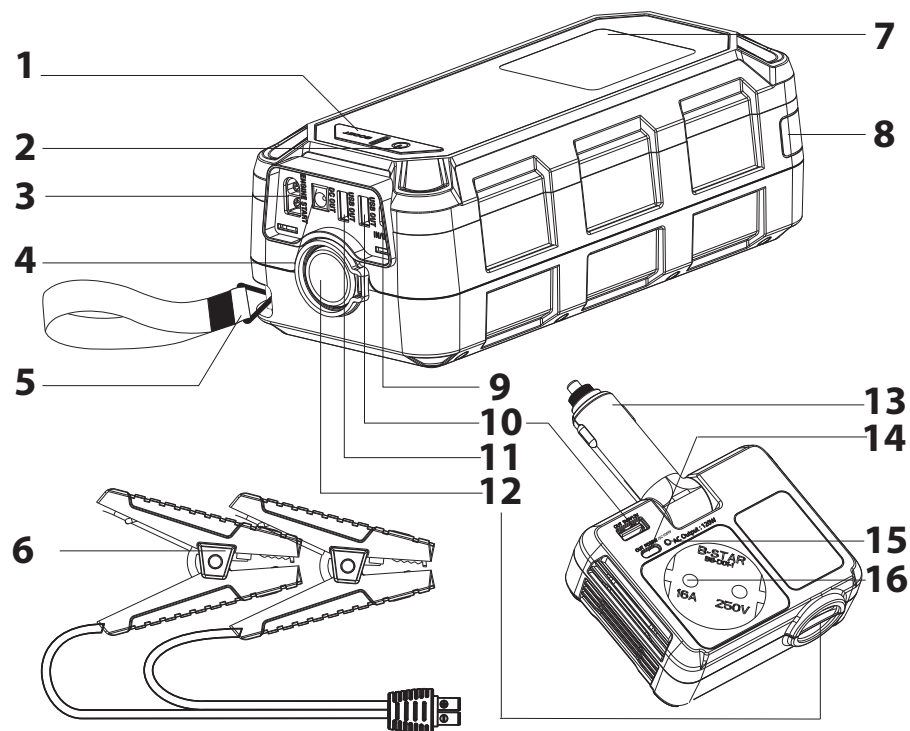

РИС.2
3. Для активации режима зарядки малыми токами для устройств со слабым потреблением (наушники, смарт-часы и т.п.) необходимо одновременно нажать и 2 секунды удерживать кнопки POWER и BOOST (рис.2).
2. Для начала работы нажмите на ПЗЭС кнопку POWER включения DC-выходов (рис.2).
2. Для начала работы подключите инвертор в DC-розетку и нажмите на ПЗЭС кнопку POWER включения DC-выходов (рис.2).
Нажатие и удержание 2 секунды кнопки POWER (рис.2) на ПЗЭС позволяет включить яркий светодиодный фонарь. После того, как фонарь включен, при помощи одиночных нажатий на эту кнопку включения можно менять режимы работы фонаря: на постоянный, мигающий и сигнал SOS. Следующее нажатие на кнопку выключит работу фонаря.
1. Устройство снабжено силовым выходом постоянного тока 12 Вольт (500A/1100A) для запуска двигателя. Подключите к силовому выходу 3 (рис.2) штекер пусковых проводов 6 с зажимными контактами "крокодилами".